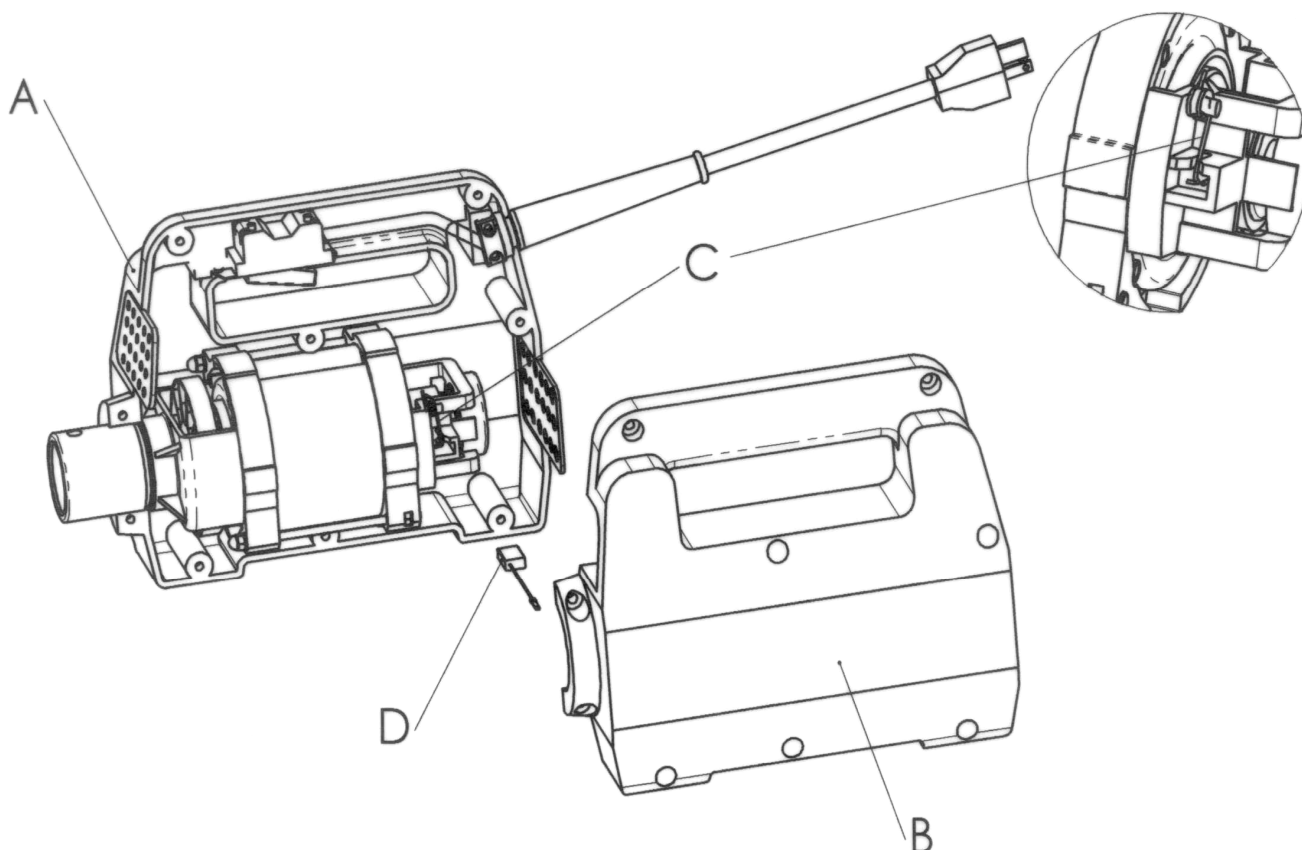

Fig.: 1.10-1
- **Motor Eléctrico:** Deberá comprobarse el estado de la clavija, cable eléctrico, interruptor y rodamientos. Las escobillas del motor es el único elemento sometido a desgaste, para comprobar su estado, deberá abrirse la carcasa **Pos. A** y **B**, y a continuación levantar la patilla del muelle **Pos. C** y sacar la escobilla **Pos. D**, verificarla y si presenta mucho desgaste sustituirla. Se procederá de la misma forma para las dos. (Véase Fig.: 1.10-1).